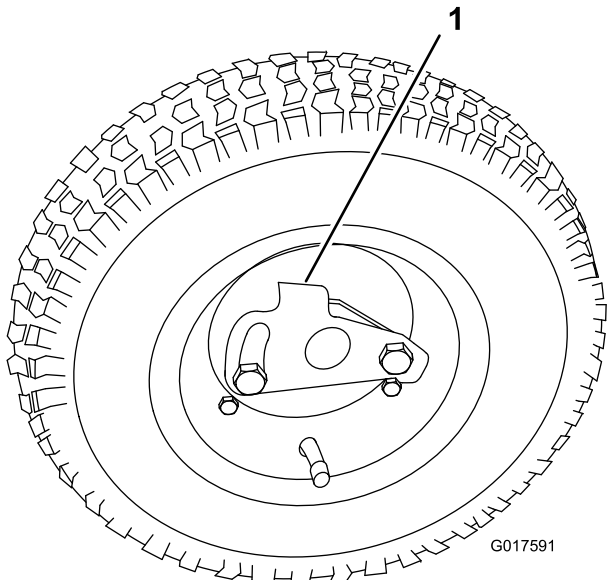

Figura 10
- Ruotate la clip di bloccaggio della ruota allontanandola dal centro della ruota e lasciandola scorrere più in là sull'assale (Figura 10).